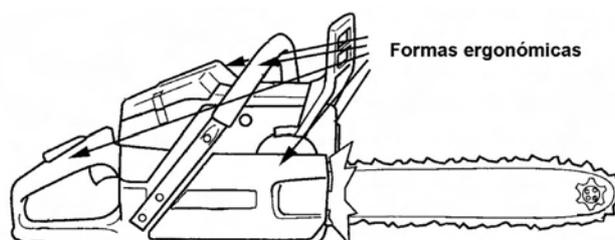

FIG. 020
- Factores ergonómicos. **FIG. 020**